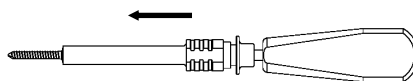

図 2
- ドライバーの持ち手を把持し、スクリューをおさえたまま、スクリューホルダーを先端側へ少し戻し、スクリューをホールドします。（図 2）